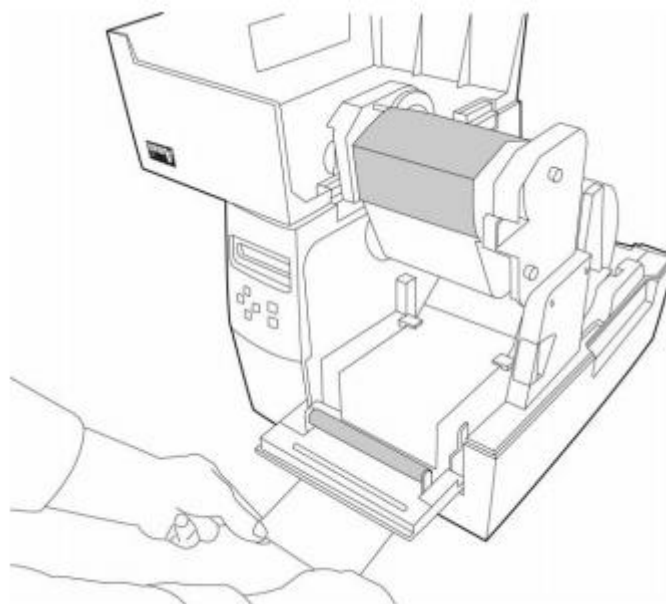

Рисунок 19
3. Протяните защитную бумагу (отделяемую часть этикеток) через валик, а затем вставьте ее обратно в слот. Убедитесь в том, что носитель (лента) находится под модулем отделителя этикеток. (Рисунок 19)